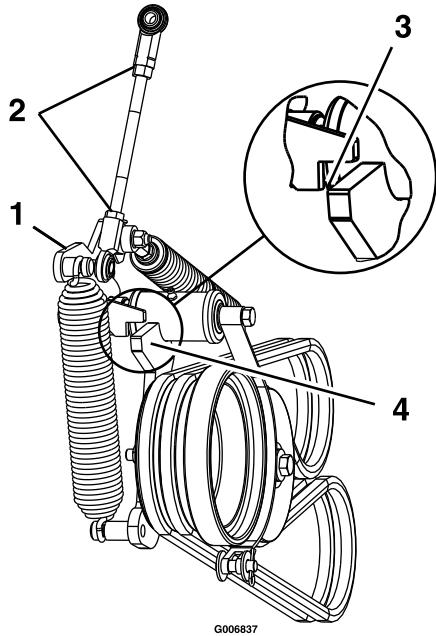

Figura 57
12. Afloje las contratuerzas y ajuste el acoplamiento hasta que el extremo superior del brazo de la polea tensora esté alineado con el borde inferior de la muesca del brazo tensor, según se muestra en Figura 57.